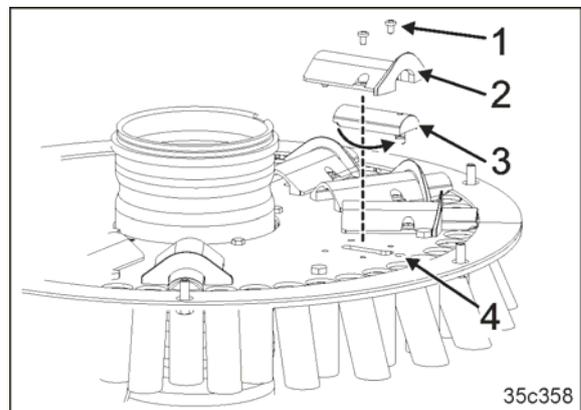

Fig. 194
10. Desserrez les vis (Fig. 194/1).
11. Déposez le tunnel de clapet (Fig. 194/2).
12. Le clapet (Fig. 194/3) s'engage dans le guidage.
13. Tournez le clapet (Fig. 194/3) et positionnez-le dans l'alésage (Fig. 194/4).
14. Revissez le tunnel de clapet (Fig. 194/2) sur le disque de base.